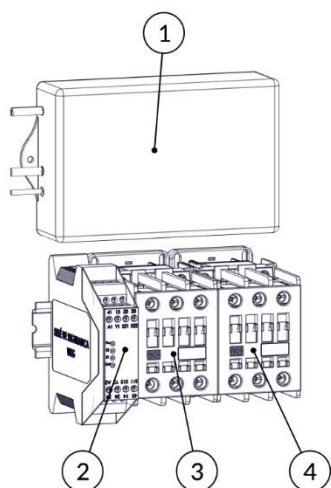
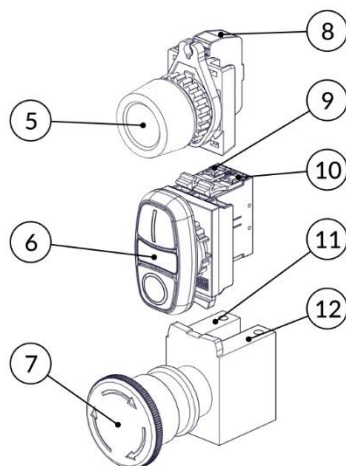

FIG. 22
FIG. 23
- c) Inspeccione todo o conjunto de comando (fonte chaveada (FIG. 22), relé de segurança (FIG. 22), contadores (FIG. 22), chaves de acionamento (FIG. 23) e chicote elétrico) e verifique se há contaminação destes componentes por agentes externos agressivos ao sistema, tipo: sabão, água, insetos, etc. Verifique também a integridade dos cabos elétricos e seus terminais elétricos. Caso haja contaminação do sistema, deve-se proceder a troca do componente degradado.